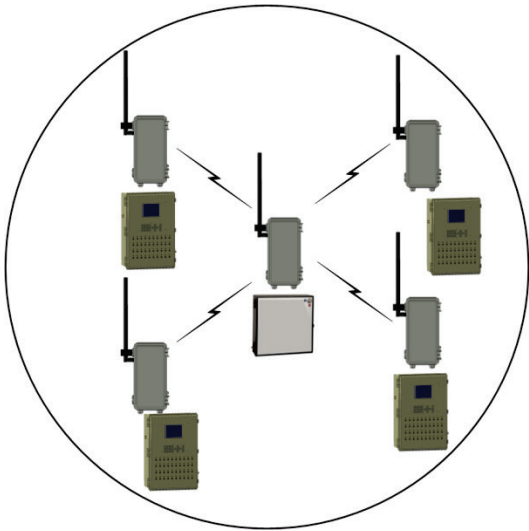

图 20: 使用 8 dBi 天线
- 确保给 RLINK 的 C-RNET-485i 接口卡正确接地. 见图 20 - 图 24.